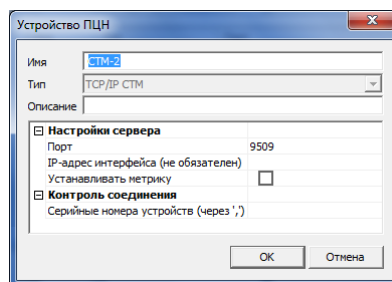

Рис. 7.5. Устройство типа TCP/IP STM
- 5) Затем откроется окно *Устройство ПЦН* (Рис. 7.5), в котором можно отредактировать параметры устройства: